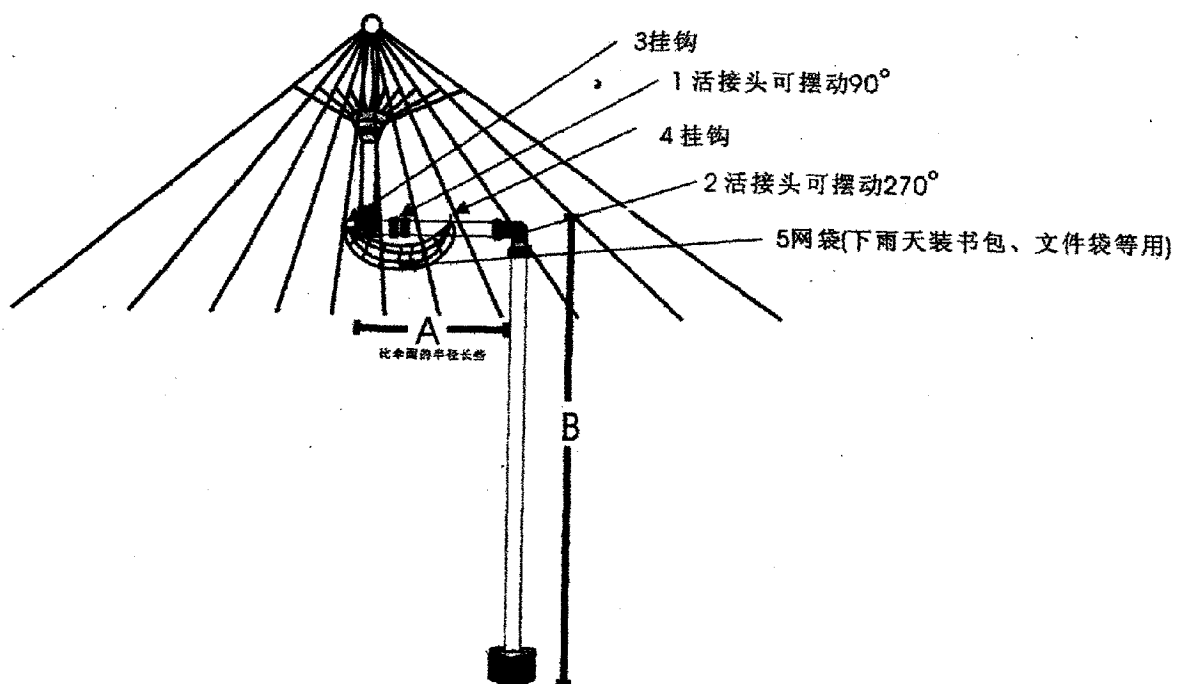
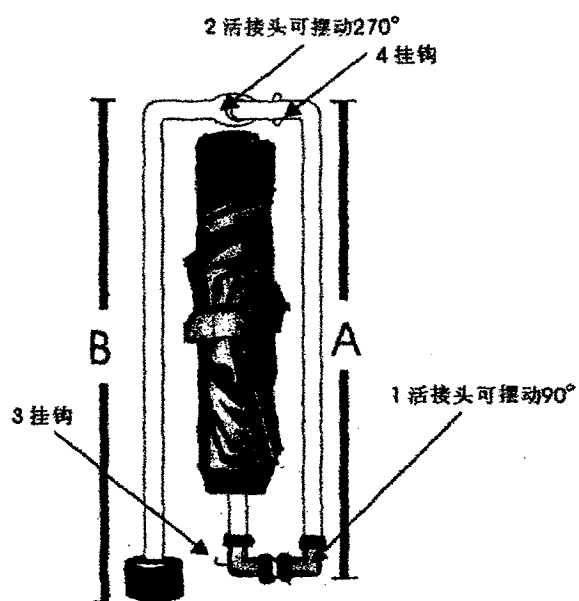
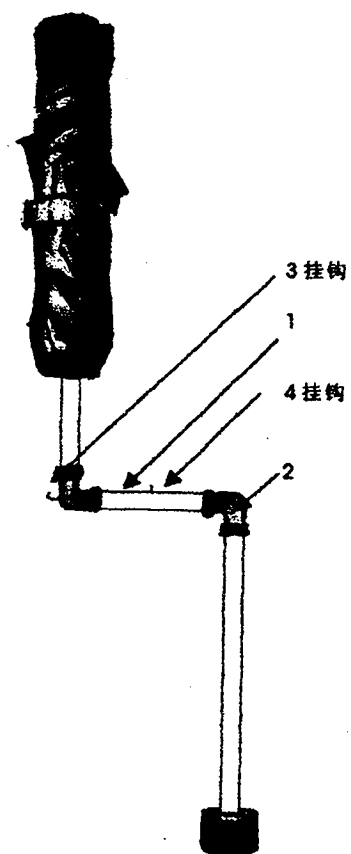

图 1
图 2
图 3
权利要求书 1 页 说明书 2 页 附图 1 页
[0005] 如图 1 所示, 在中间(偏上些)加装的一段水平方向的伞杆的两头, 一头装上可摆动 90° 的活接头 1, 挂钩 3; 一头装上可摆动 270° 的活接头 2, 挂钩 4, 这样, 雨伞、遮阳伞可以折叠, 构成折叠式弯曲伞杆雨伞、遮阳伞; 两头不加装可摆动的活接头, 构成非折叠式弯曲伞杆雨伞、遮阳伞。
[0007] 1. 图 1 是本实用新型的雨伞、遮阳伞偏离中心点, 折叠、非折叠式弯曲伞杆的主视结构示意图。
[0008] 2. 图 2 是图 1 折叠后的示意图。
[0009] 3. 图 3 是图 1 非折叠式、(收了伞面)的示意图。
[0011] 制作伞杆偏离雨伞、遮阳伞中心点（伞顶），伞杆弯曲的折叠式、非折叠式雨伞、遮阳伞，具体方法为：在传统金属（塑料、木、竹、碳纤维等）直伞杆的中间偏上位置，加装一段水平方向的伞杆，构成弯曲型的伞杆；①如图 1 所示，在中间偏上位置加装的一段水平方向的伞杆的两头，一头装上可摆动 90° 的活接头 1，挂钩 3；另一头装上可摆动 270° 的活接头 2，挂钩 4，这样，雨伞、遮阳伞可以折叠，构成折叠式弯曲伞杆雨伞、遮阳伞；②、如图 3 所示，在中间偏上位置加装一段水平方向的伞杆的两头，一头装上硬接头 1，挂钩 3；另一头装上硬接头 2，挂钩 4，这样，雨伞、遮阳伞伞杆不可以折叠（伞面可以折叠），构成非折叠式弯曲伞杆雨伞、遮阳伞。